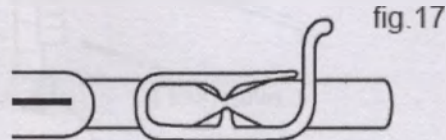

fig. 17
2. Установите на входной и выходной трубках дыхательного мешка два зажима (Рис. 17).